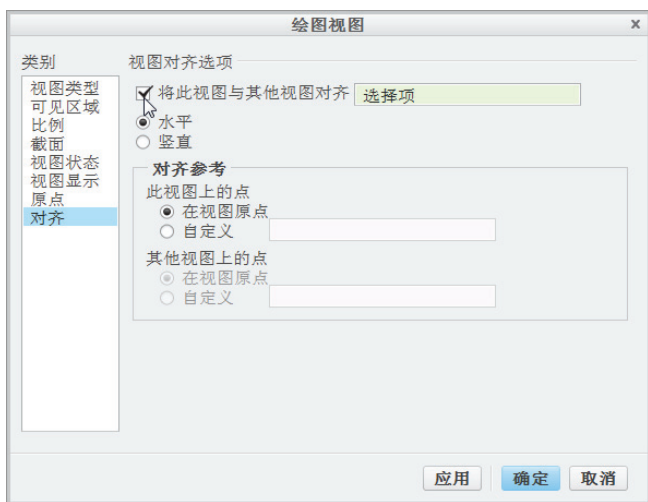

图 11-43 “绘图视图”对话框的“对齐”类别选项卡
- 2) 在“视图对齐选项”下选中“将此视图与其他视图对齐”复选框，如图 11-43 所示。系统提示选取要与之对齐的视图。